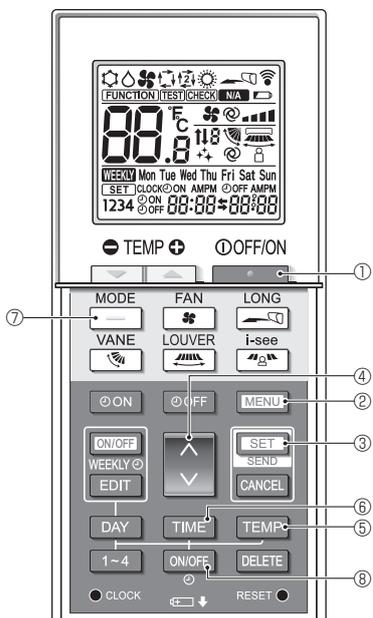

Fig. 6-9
- Drücken Sie die **+**-Taste ①, um die Klimaanlage anzuhalten.
- Drücken Sie die **MENU**-Taste ②. Der Funktionseinstellungsbildschirm erscheint und die Funktion Nr. A blinkt. (Fig. 6-9) Drücken Sie die **↓**-Taste ④, um die Funktionsnummer zu ändern.